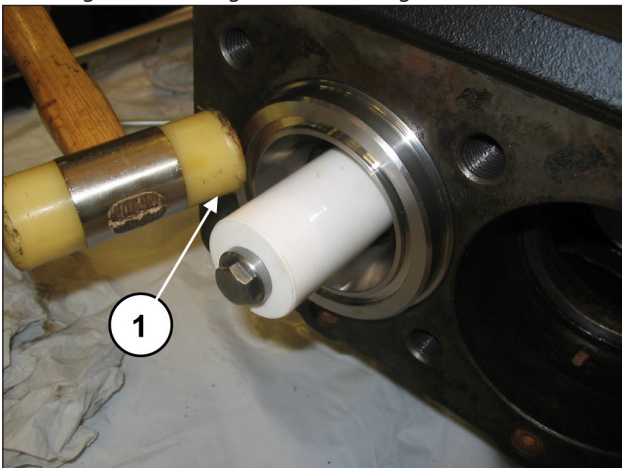

Abb. 141
Vergewissern Sie sich, dass die Gruppe Buchse-Dichtungshalter bündig in ihrem Sitz liegt (Pos. ①, Abb. 141).